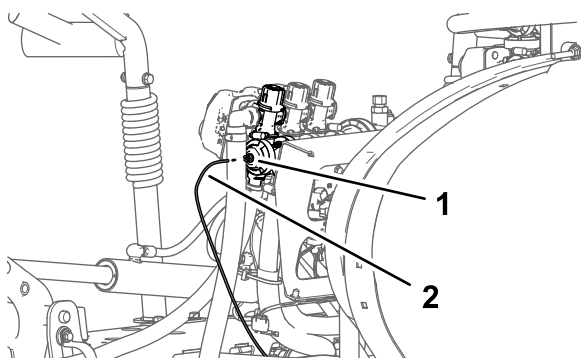

Figure 29
1. Poussez la bague de blocage du raccord de tube dans l'embout de la vanne de section de rampe droite (Figure 29).
2. Tirez le tube de détection de pression du manomètre de planche de bord hors du raccord de tube (Figure 29).